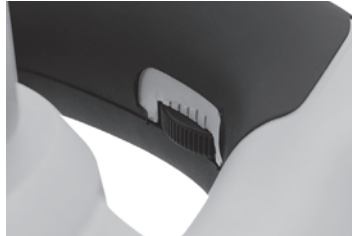

Fig. 5 - Selector de velocidad electrónico
- Además del selector de velocidad mecánico, el MEZCLADOR DE ARGAMASA MAV 1600 VONDER posee un sistema de ajuste de velocidad electrónico que le posibilita al usuario ajustar la mejor velocidad para cada operación deseada. El ajuste de velocidad electrónico debe ser realizado a través del botón mostrado en la Fig. 5.